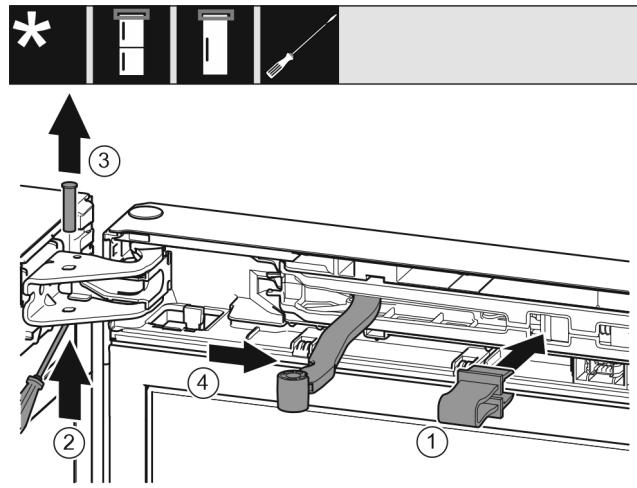

Fig. 8
- Sicherung in Öffnung einrasten. Fig. 8 (1)
- Bolzen mit Schraubendreher herausziehen. Fig. 8 (2)
- Bolzen nach oben herausnehmen. Fig. 8 (3)
- Gelenk in Richtung Tür drehen. Fig. 8 (4)